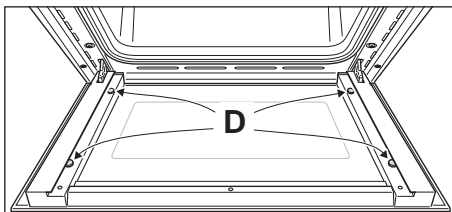

Fig. 6.26
- Verificare che i 4 distanziatori "D" siano nella loro posizione (fig. 6.26).